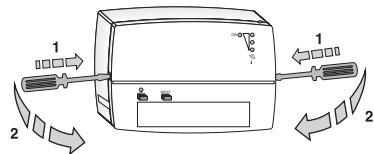

Fig. 3.i
- D'abord sur un côté puis sur l'autre, insérer un tournevis dans les fentes appropriées situées aux côtés du produit, exercer une légère pression sur le crochet de verrouillage, par une petite rotation en avant du tournevis (comme indiqué dans la figure 3.i), soulever la partie avant.